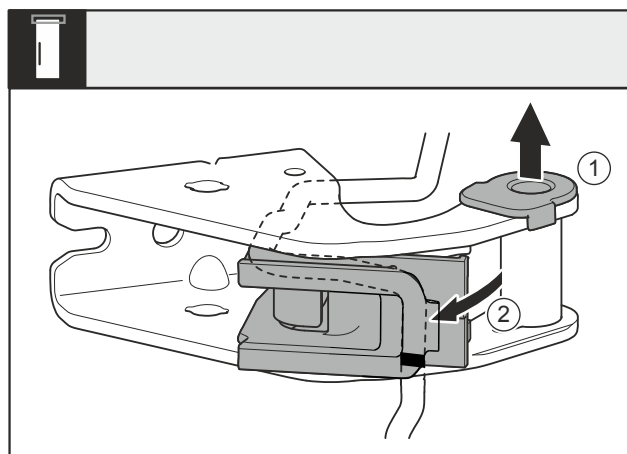

Fig. 30
- Extrageți cuzinetul Fig. 30 (1) din ghidaj.
- Rabatați suportul de cablu Fig. 30 (2) spre exterior.